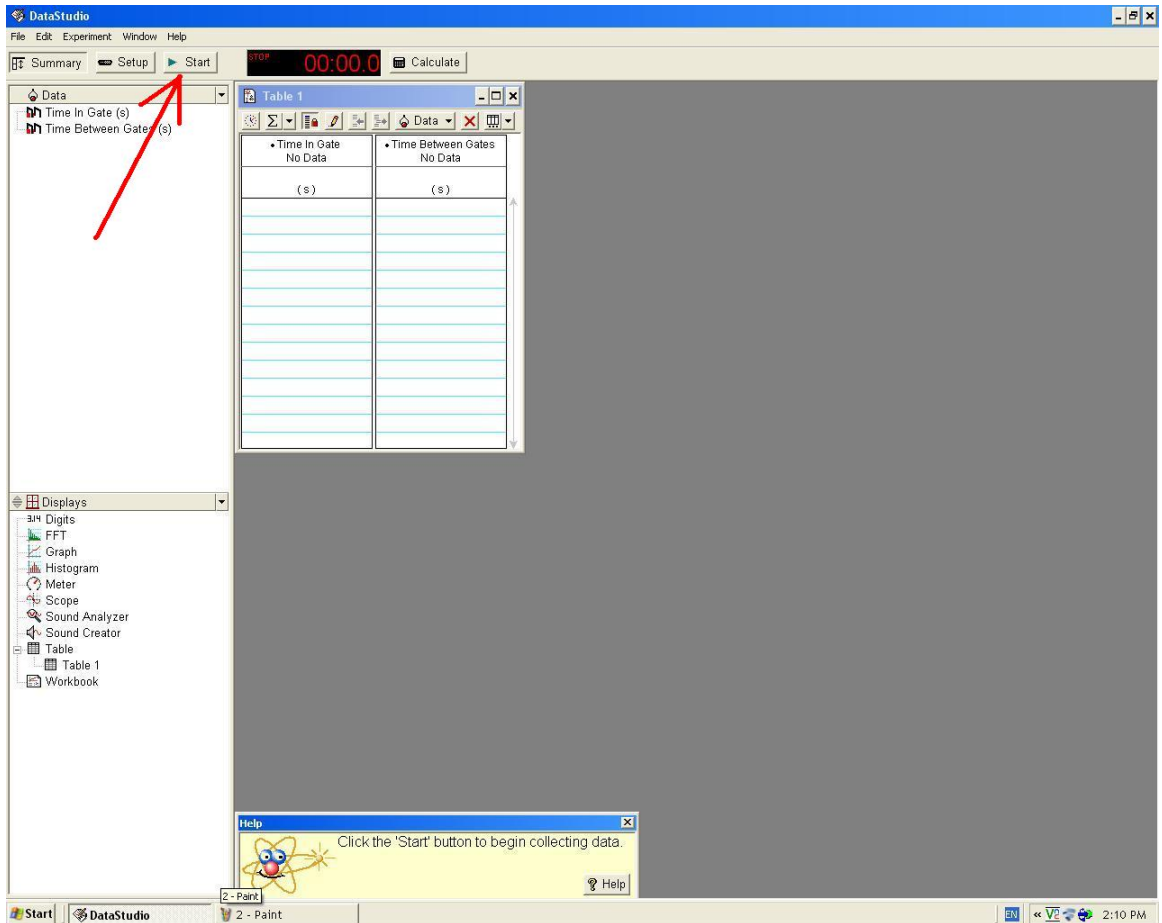

Figure 9. Cliquez sur *Start*, indiqué par la flèche.
8. Votre écran montrera l'image de la Figure 9. Cliquez sur *Start*.